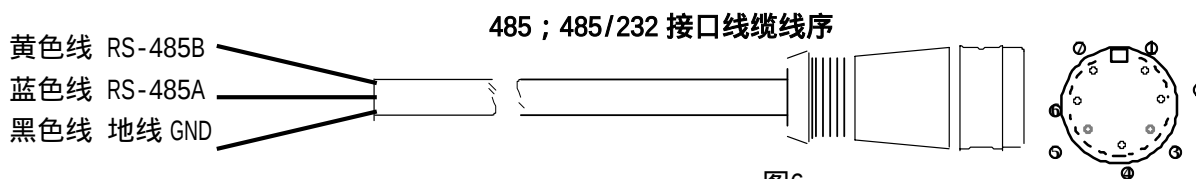

图6
18. 用四个螺钉,固定好主机盒;联接好电源输入、PWM、模拟电压输出接口电缆线6(如图6所示)
这里使用的是专用的通讯电缆线,(注:需另外购买!)电缆接线线序如图6所示